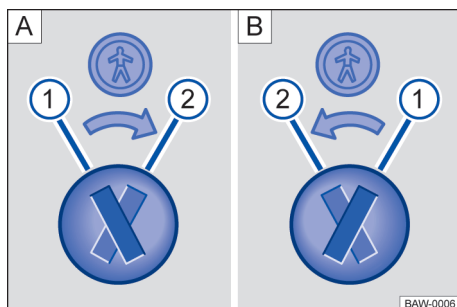

Fig. 34 Trava de segurança para crianças: [A] porta traseira esquerda, [B] porta traseira direita.
Legenda para → Fig. 34:
- Introduzir a haste da chave na ranhura da trava de segurança para crianças para ativar ou desativar → Fig. 34.